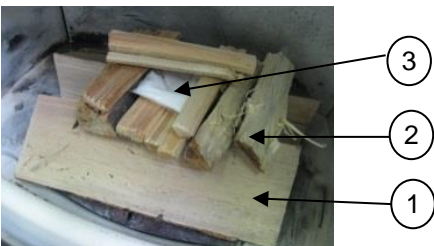

Fig. 5: Accensione
Sistamate in diagonale 2 -3 ceppi di legna (peso totale ca. 1,3 kg) sul fondo della camera di combustione, ad una distanza sufficiente l'uno dall'altro (minimo 2 cm) (1). Distribuite sopra di essi ca. 0,5 kg di trucioli di legno dolce (2) infine posizionate l'accendi-fuoco e accendete (3). (vedi fig. 5)